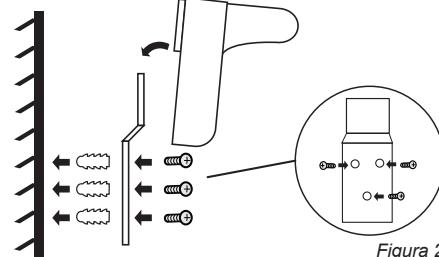

Figura 2
1. Inserire la parte posteriore della griglia di protezione del ventilatore (B) sull del vano motore, avendo cura di posizionare esattamente i fori in corrispondenza dei perni del vano motore e la maniglia in alto.
5. Nella modanatura sono presenti cinque morsetti (A). Inserire accuratamente la morsetto superiore della modanatura attorno al perimetro esterno della griglia di protezione in modo tale da potere serrare assieme gli parti della modanatura mediante il dado e la vite in dotazione (C). Serrare la vite servendosi di un cacciavite per viti con intaglio a croce.
8. Selezionare una posizione appropriata e fissare il montaggio staffa (11) su una parete forte (o individuare uno stallone dietro pannelli di cartongesso) con tre tasselli (13) e viti (12) in dotazione. (vedi figura 2)